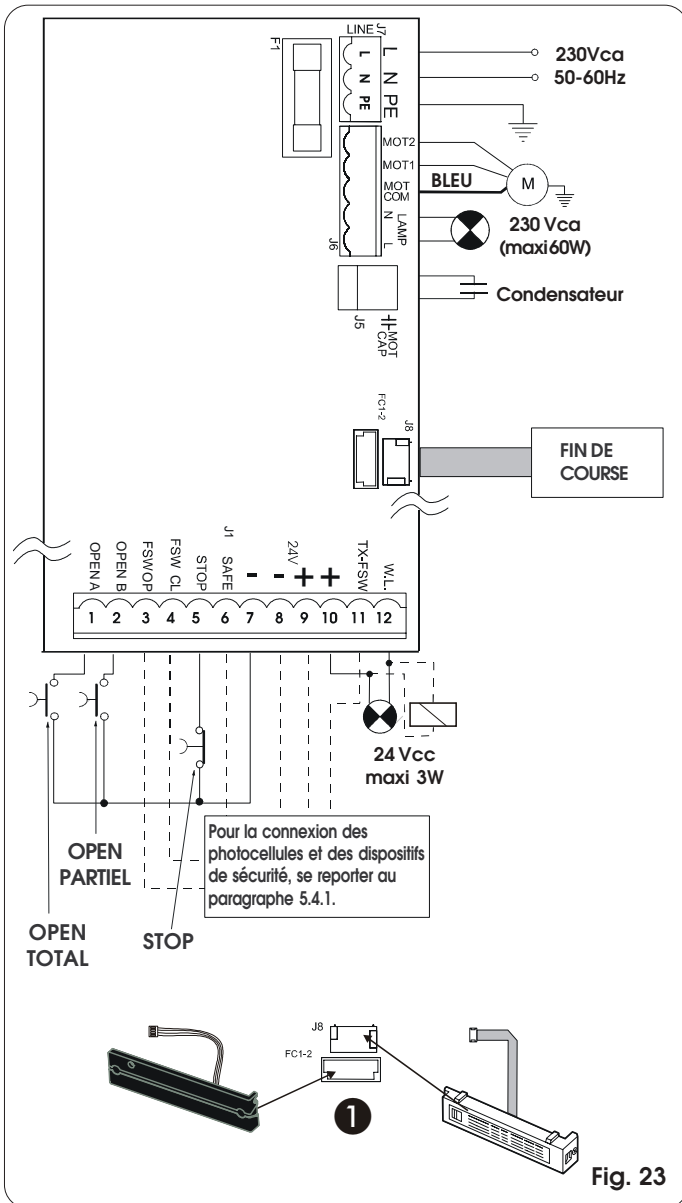

Fig. 23
5.4.2. Bornier J7 - Alimentation (fig. 23)
5.4.3. Bornier J6 - Moteurs et feu clignotant (fig. 23)
5.4.4. Bornier J1 - Accessoires (fig. 23)
Connecteur à embrochage rapide pour le raccordement du fin de course. Il permet de connecter à l'armoire le fin de course MLS et le fin de course inductif (fig. 23 réf. 1).